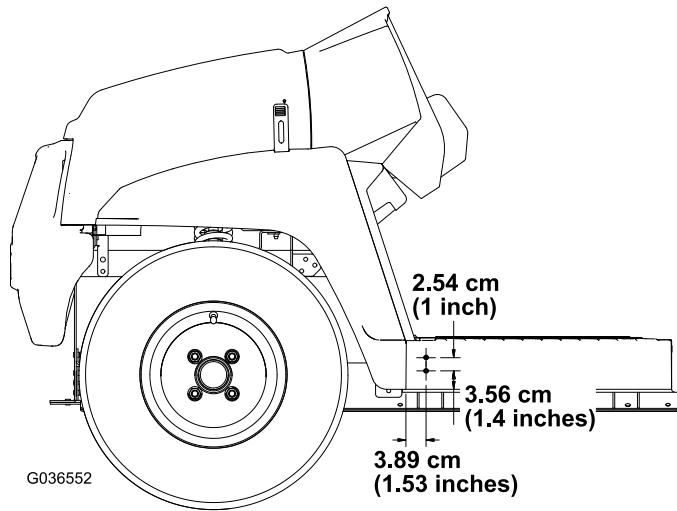

Bild 3
2. Verwenden Sie die in **Bild 3** abgebildeten Abmessungen und bohren Sie zwei 5/16" große